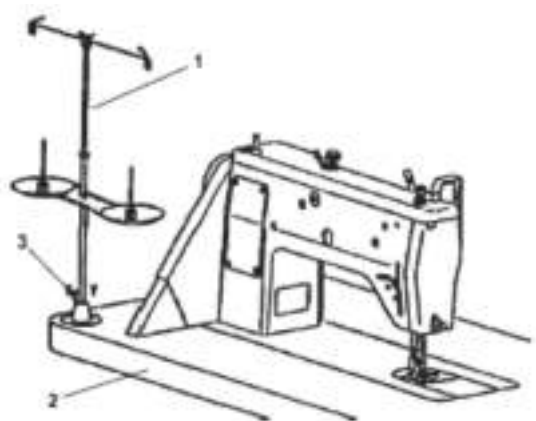

Figura 29
Prenda o porta-cones (1) na bancada (2), através de parafusos (3) como na Figura 29.